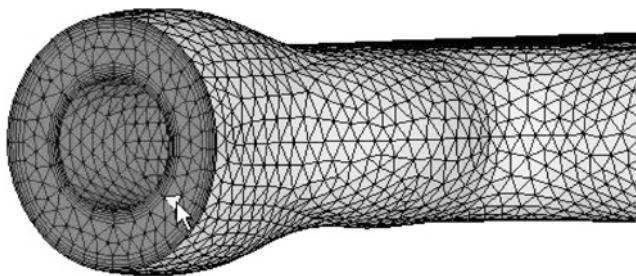

图 5-169 选择一个单元
(16) 单击 elems 按钮并选择 by face。
(17) 选择了所有该归并到 outlets3 组件中的单元后，单击 Move 按钮。
(18) 设置 dest component 为 inlet_annulus。如图 5-169 所示选择一个单元。